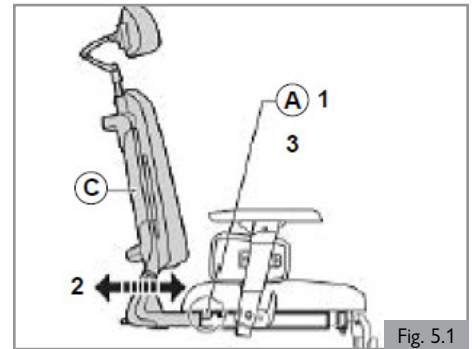

Fig. 5.1
5.1 Profondeur prédéfinie du dossier (Fig. 5.1 et 5.2)